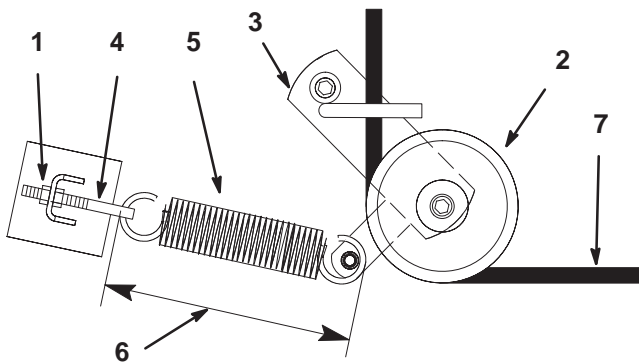

Figure 52
3. Desserrez l'écrou extérieur sur le boulon à œil du ressort (Fig. 52).
5. Déposez la poulie de tension rappelée par ressort (Fig. 52).
6. Faites passer la courroie neuve dans le bras de tension (Fig. 52).
8. Serrez l'écrou extérieur sur le boulon à œil du ressort (Fig. 52).
Remarque : Vérifiez la longueur du ressort. Il doit mesurer 238 ± 3 mm (9-3/8 ± 1/8") une fois en place. Procédez à un réglage si la longueur n'est pas correcte (Fig. 52).